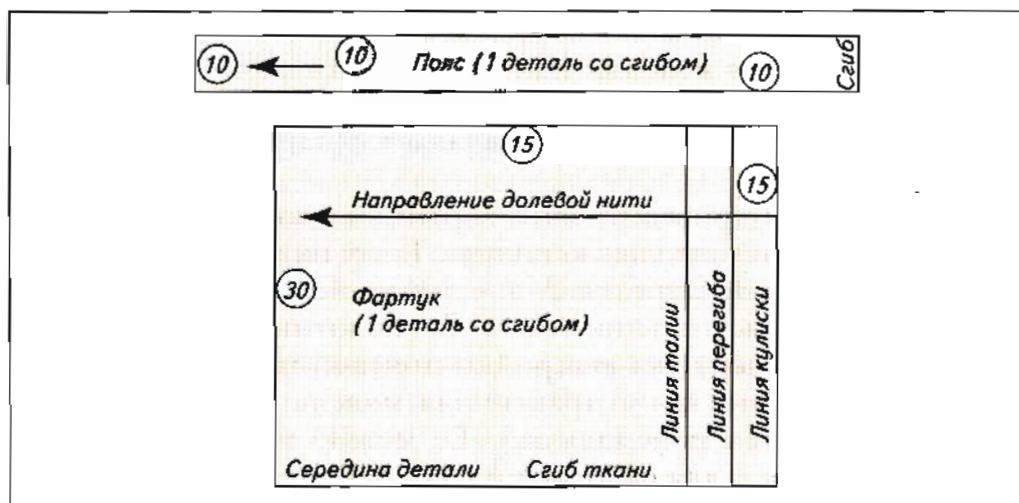

Рис. 19. Выкройки фартука
1. Надпишите название каждой детали выкройки и их количество (рис. 19):